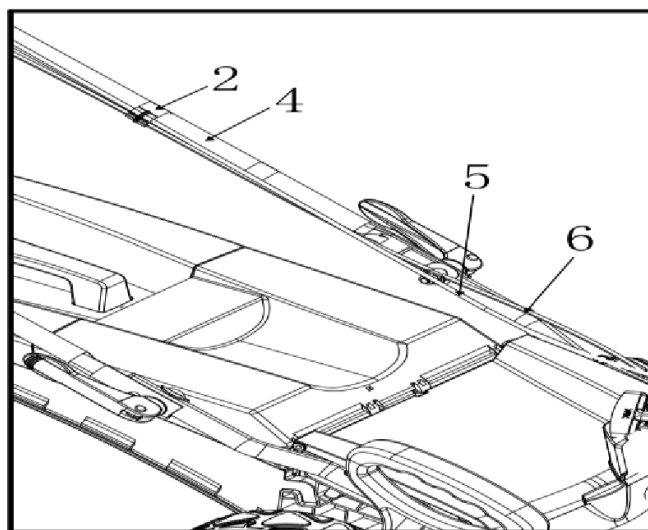

Рис. 3
7. Закрепите трос включения хода (5) и трос тормоза (6) с помощью креплений (4) на верхней рукоятке (2) (рис. 3).